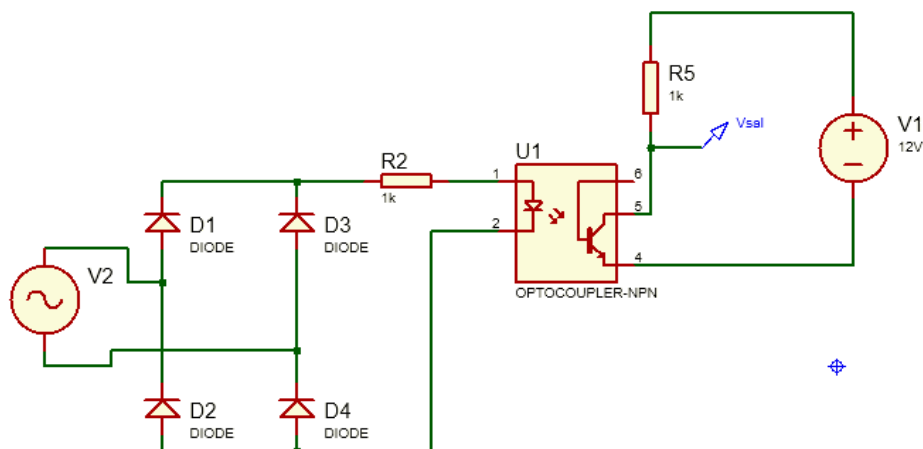

Figura.1 Circuito ilustrativo de cruce por Cero.
Simule e implemente (en PCB) el circuito de la Figura 1. Tenga en cuenta las siguientes consideraciones:
- b. V_1 , es la fuente de alimentación de 12 V, igual a V_2 del circuito de la Figura 1.